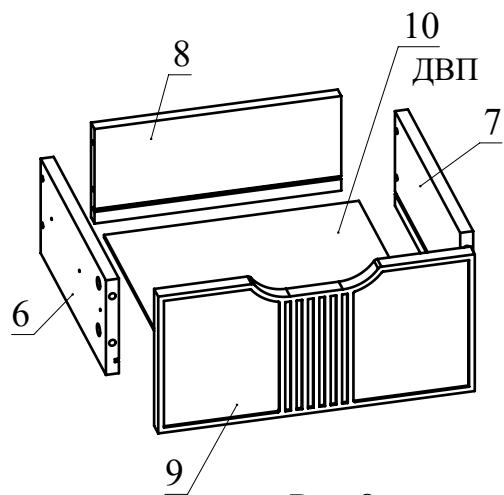
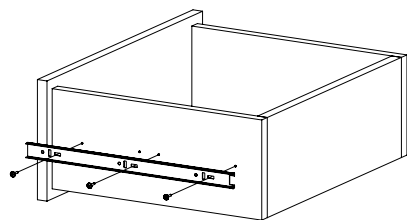

Рис.8
Рис.9
8. Соберите ящик. Для этого соедините детали 6 и 7 с деталью 8 при помощи конфирматов. Вставьте дно ящика 10 из ДВП в пазы деталей 6, 7, 8. Соедините фасад ящика с полученной конструкцией и затяните головки минификсов (Рис. 8). Закрепите внутренние планки направляющих на деталях 6 и 7 шурупами 3, 5х16 (Рис. 9). При необходимости регулировки ящика выкрутите шурупы из круглых отверстий и перекрутите в овальные (продольные и вертикальные регулировочные отверстия). Не затягивая до конца шурупы, сместите ответную планку вверх-вниз. Затяните шурупы до конца.